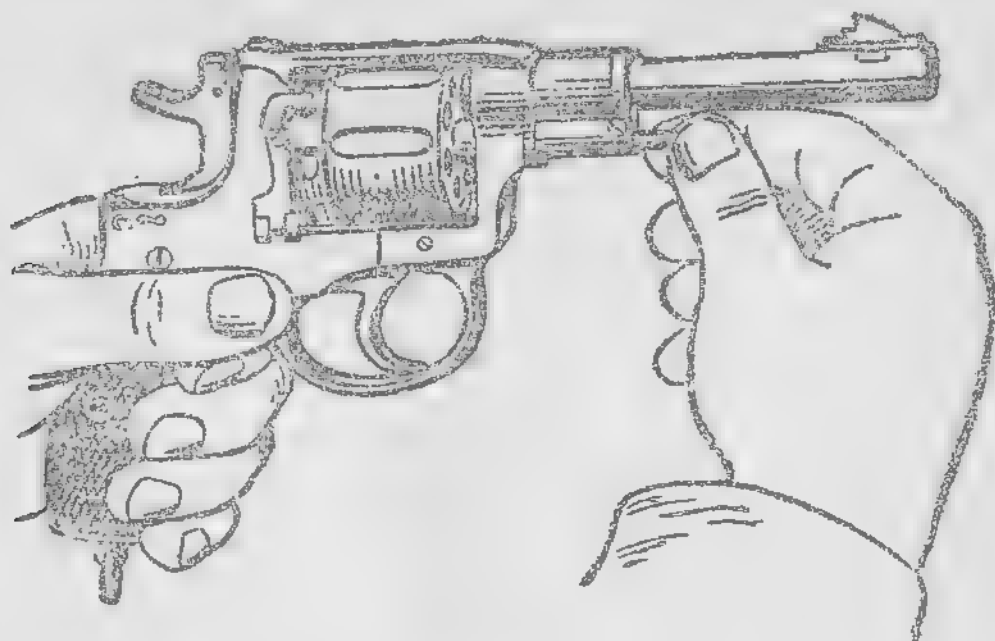

Рис. 26. Как вынуть шомпол.
1) выдвинуть шомпол из оси барабана: взять револьвер левой рукой за рукоятку, правой рукой повернуть шомпол за головку слева направо и выдвинуть его до отказа (рис. 26);